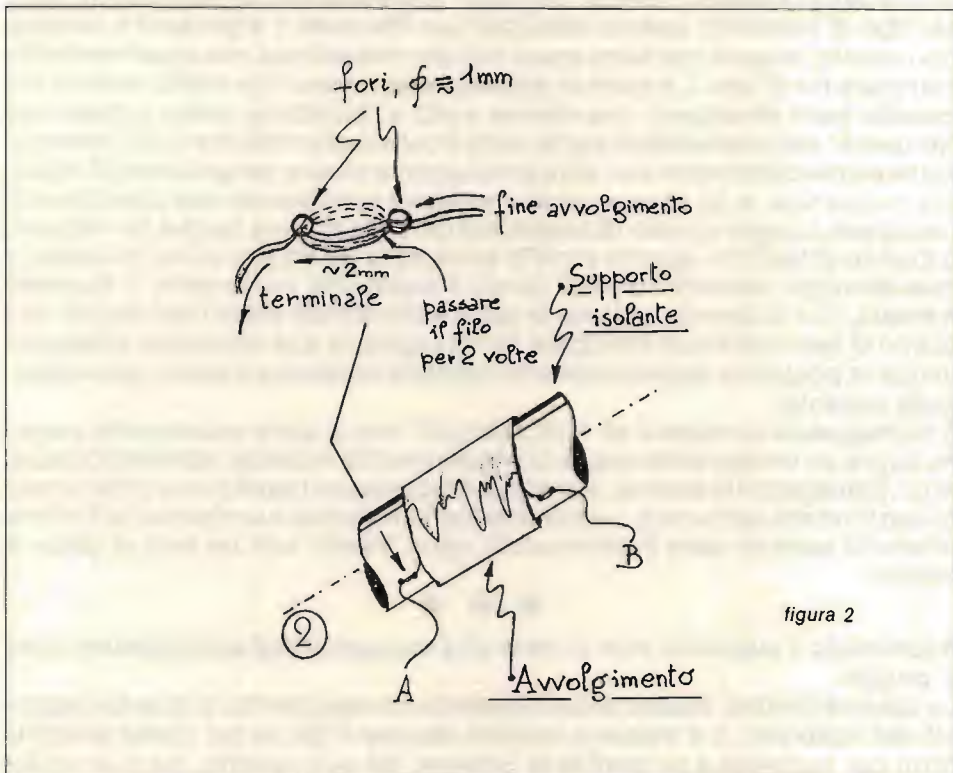

figura 2
2) L'avvolgimento deve essere realizzato su tubo isolante. Classico caso del ricevitore sperimentale in OC, e anche di molte impedenze. Nessun problema, basta ricordarsi (e questo vale anche per il caso precedente) di praticare a circa 3 mm da ciascuna estremità del solenoide due fori ove si possa bloccare il filo, onde evitare che esso si svolga: si veda la figura 2.